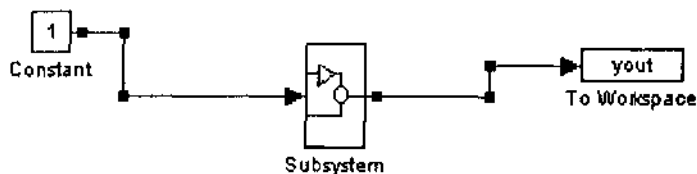

图 6-50
(2) 在 Option 菜单中选择 Group 命令。SIMULINK 就用一个 Subsystem 模块来代替上面这两个模块和它们之间的连线。图 6-50 是在选择了 Group 命令之后所显示的模型。